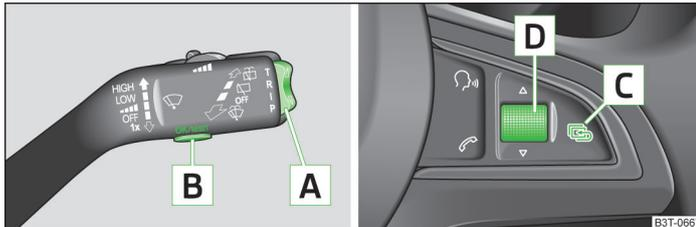

Abb. 8 Tasten/Einstellrad: am Bedienungshebel / am Multifunktionslenkrad
Nach dem Drücken der Taste **A** » Abb. 8 auf Seite 23 wird die Angabe angezeigt, die zuletzt angezeigt wurde.
- Die Taste **[B]** bzw. das Einstellrad **[D]** » Abb. 8 auf Seite 23 kurz drücken.
- › Die Taste **[B]** bzw. das Einstellrad **[D]** » **Abb. 8** auf Seite 23 länger drücken.